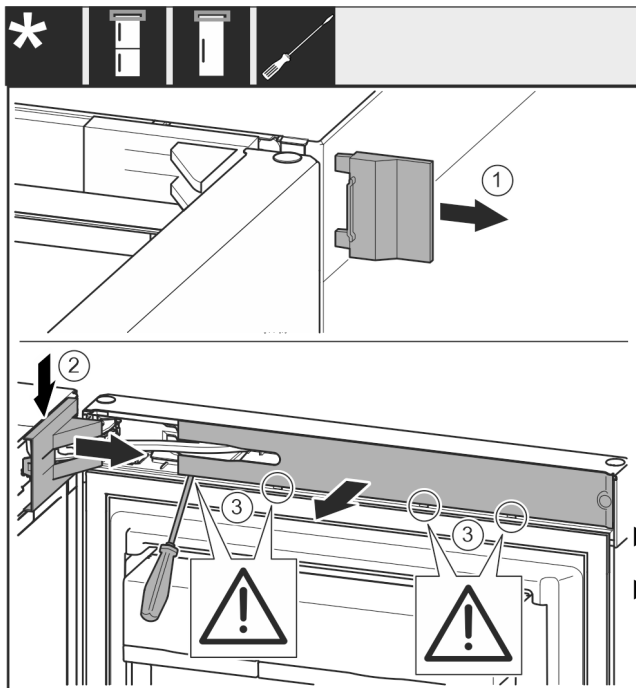

Fig. 5
- ▶ Αφαιρέστε το εξωτερικό κάλυμμα. Fig. 5 (1)
- ▶ Ξεκουμπώστε και λύστε το κάλυμμα του στηρίγματος. Αφαιρέστε το κάλυμμα του στηρίγματος. Fig. 5 (2)
- ▶ Ξεκουμπώστε το διακοσμητικό κάλυμμα με ίσιο κατσαβίδι και παραμερίστε το προς τα πλάι. Fig. 5 (3)